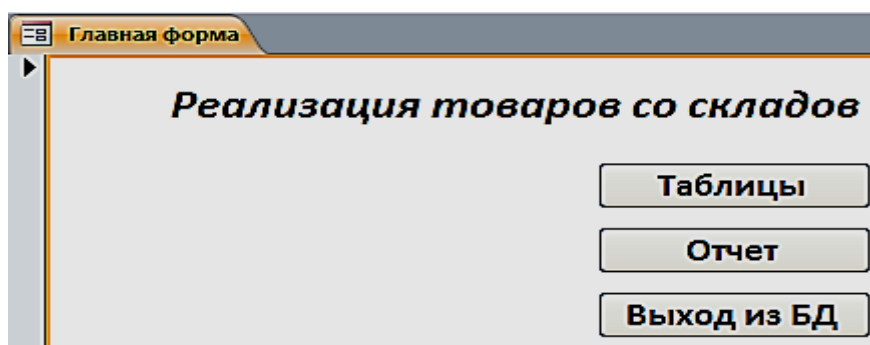

Рис. 6.10. Главная форма в режиме Макета
4. Таким образом, создадим все кнопки, которые будут открываться с помощью макросов (рис. 6.10).